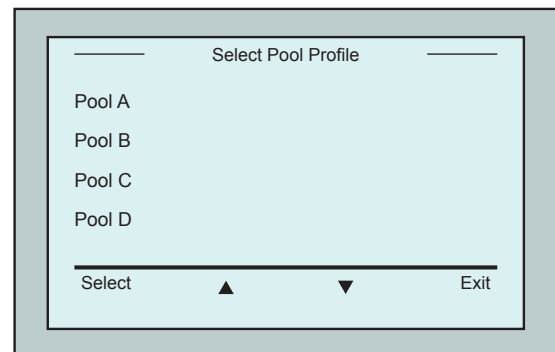

Figura 5: Pantalla *Pool Profile*
2. Pulsar Pool A para acceder a la pantalla *Pool Profile*. La pantalla *Pool Profile* aparece (Figura 5).